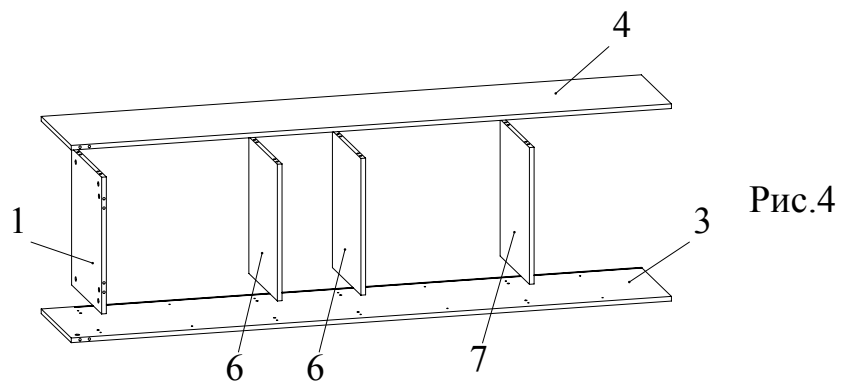

Рис.4
7. Установить полки 6, 7 и крышку 1 на боковину 3 и зафиксировать, повернув конфирматным ключом головки минификсов по часовой стрелке до упора (Рис. 4).
8. Установить боковину 4 на полки 6, 7 и крышку 1 и зафиксировать, повернув конфирматным ключом головки минификсов по часовой стрелке до упора (Рис. 4).